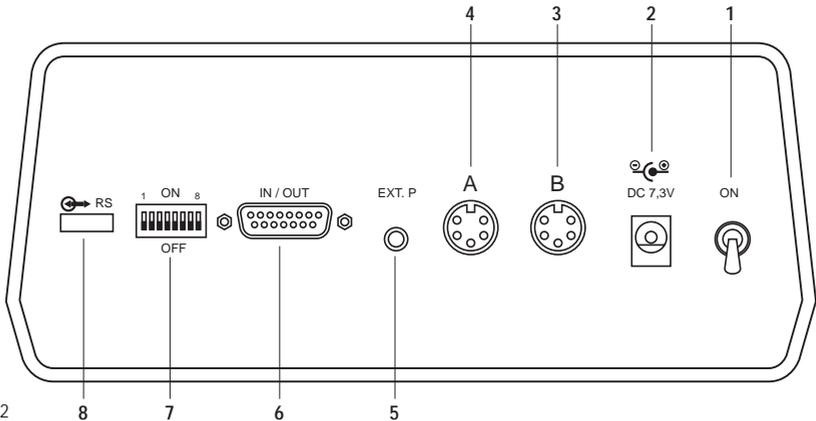

Fig. 2
- Netzteil am Eingangsstecker (Nr. 2 Fig. 2) anschließen, und Netzstecker an 230 V (oder 115 V für USA) anschließen.
- Taster an Eingangsstecker (Nr. 3 und/oder 4 Fig. 2) anschließen.
- Gerät am Netzschalter ON/OFF (Nr. 1 Fig. 2) einschalten. Das Gerät führt automatisch einen Selbsttest durch, Dauer ca. 2 Sekunden.
Die Taste , Eingang des externen Schalters (Nr 5 Fig. 2) und die Kontakte 7 und 14 (R-M) des 15-poligen Steckers (Nr 6 Fig. 2) haben die gleiche Funktion!